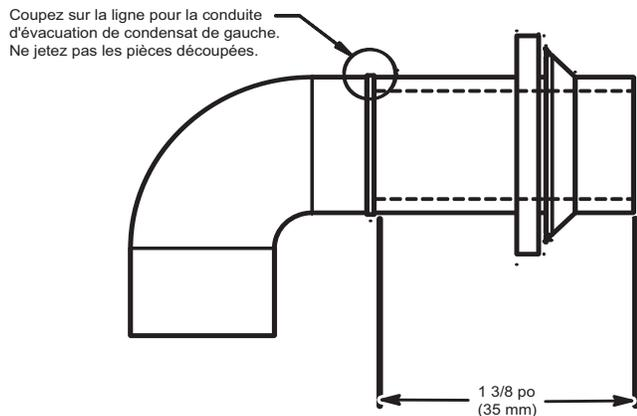

Fig. 16 – Modification du coude d'évacuation en caoutchouc
3. Le tuyau en Z est raccordé au siphon de condensat et à l'extérieur de la chaudière en modifiant le coude d'évacuation préformé en caoutchouc conformément à la fig. 16.
4. Retirez l'œillet formé du coude en caoutchouc en coupant le coude le long de la ligne verticale qui se trouve à environ 35 mm (1-3/8 po) de distance de l'œillet formé. Consultez la figure 16. **NE JETEZ PAS L'ŒILLET FORMÉ NI LE COUDE EN CAOUTCHOUC.** Ces deux pièces seront réutilisées.
CONSEILS D'ENTREPRENEURS : Lors de l'installation de la chaudière en position horizontale, utilisez le coude d'évacuation en entier, c'est-à-dire que vous ne devez **PAS** le couper conformément à la fig. 16 pour raccorder le siphon à la conduite d'évacuation. Vous empêcherez ainsi que les secousses et les chocs de la conduite d'évacuation n'endommagent le siphon de la chaudière. Évitez tout mauvais alignement du tuyau d'évacuation, car cela pourrait causer des déformations au coude.